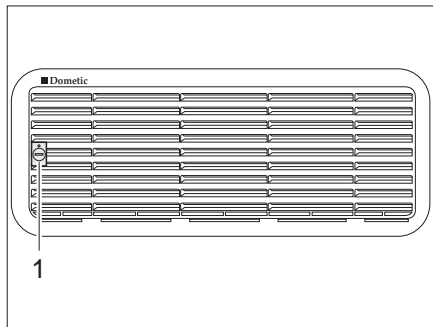
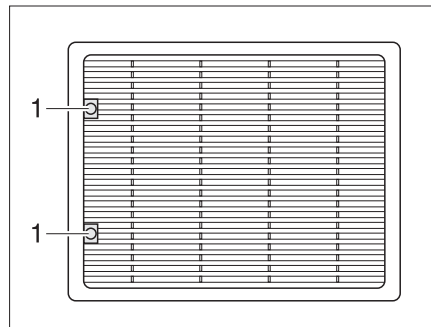

Fig. 221 Griglia di aerazione del frigorifero (Dometic piccolo)
Fig. 222 Griglia di aerazione del frigorifero (Dometic grande)
- Con l'ausilio di una moneta ruotare la vite (Fig. 221,1 o Fig. 222,1) di un quarto di giro.